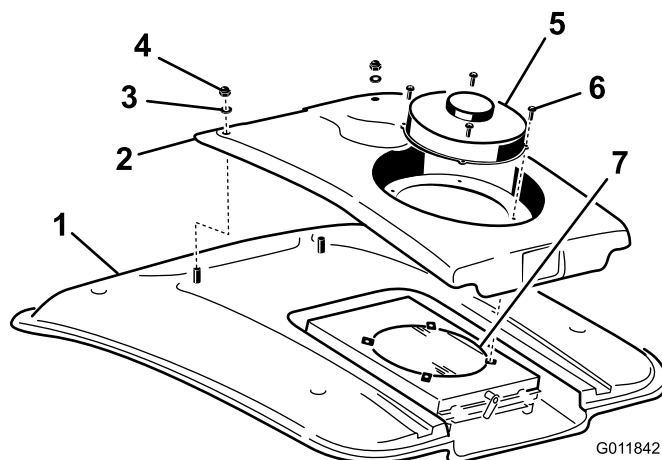

Bild 56
2. Entfernen Sie die 4 Schrauben, mit denen der Lüfter und die Kondensatorabdeckung an der Lüfterbefestigung befestigt sind (Bild 56).
4. Entfernen Sie die zwei Schrauben und Scheiben, mit denen die Vorderseite der Kondensatorabdeckung am Kabinendach befestigt ist (Bild 56).
8. Reinigen Sie den Klimaanlage-Kondensator gründlich mit Druckluft (Bild 56).